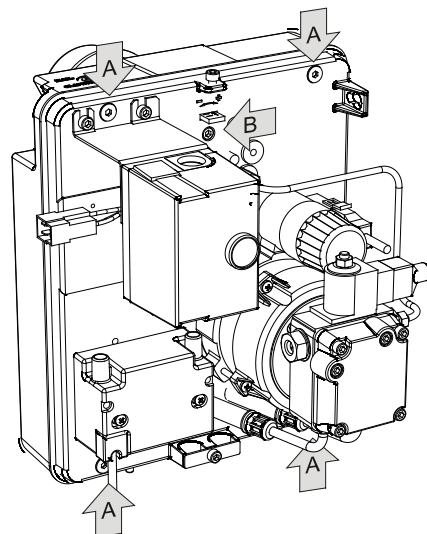
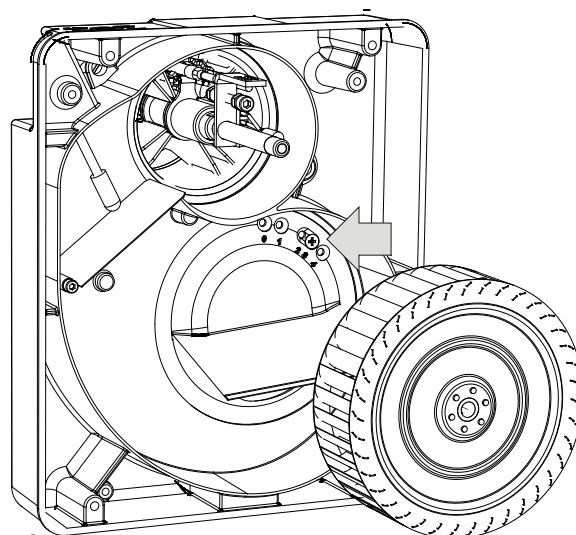

fig.1
fig.2
- Ajuste del regulador de admisión de aire. El acceso al regulador de admisión de aire (fig. 2) se realiza desde el interior del quemador. Para ello se deben soltar previamente los 4 tornillos de amarre (fig. 1; A) y extraer todo el bloque del quemador del tubo de combustión. Este regulador dispone de cuatro posiciones (4=presión mínima; 1=presión máxima). Para variar
- Ajuste del sistema de mezcla (fig. 1; B). El dispositivo de mezcla del quemador se debe ajustar en función del inyector utilizado, de la presión de la bomba y de las características de la cámara de combustión.